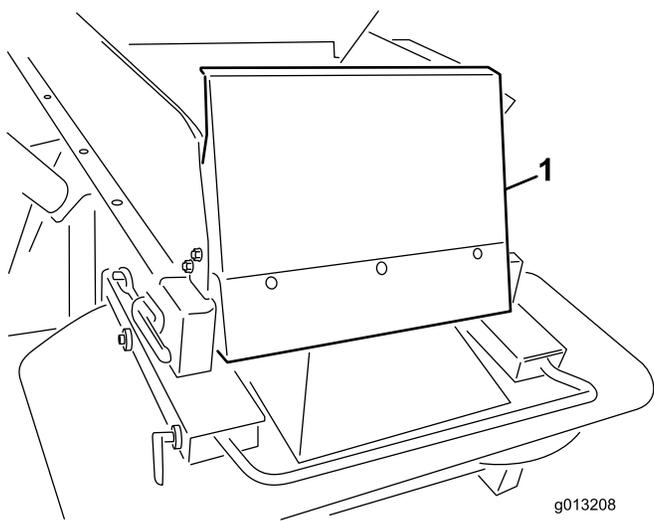

図 7
6. ホッパー・ガードを正規位置に付け直す ; 付属の 1/4 x 5/8 inch ボタン・ヘッド・ボルトとナイロック・ナットを使用する (図 7)。